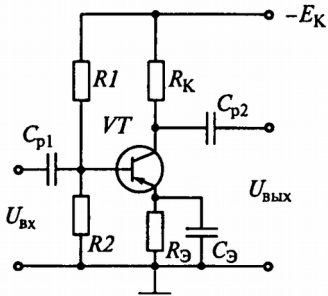

Рис. 1. Однокаскадный усилитель
- Внимательно прочитайте пункты задания и выполните их. Запишите ответы на бланк. На рис.1 приведена схема однокаскадного усилителя.